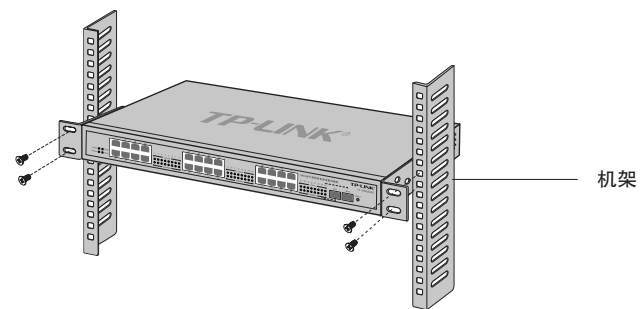

图2-3 机架安装示意图
4. 用螺钉将L型角铁固定在机架两端固定的导槽上,确保交换机稳定、水平地安装在机架上,如图2-3所示。